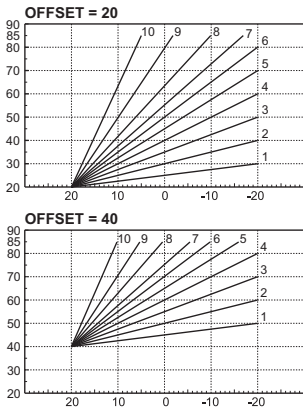

fig. 25- Exemplu de deplasare paralelă a curbelor de compensare
**Offset:** Intrând în acest submeniu, puteți accesa deplasarea paralelă a curbelor cu ajutorul tastelor **+** și **-** **apă caldă menajeră**. Consultați fig. 25 pentru caracteristici.